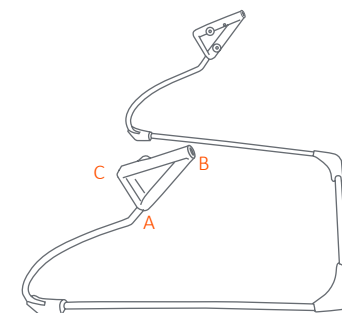
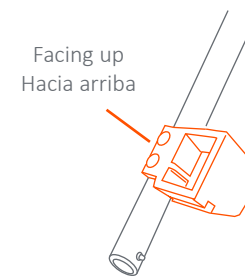
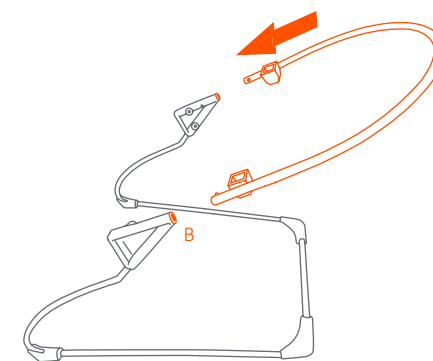

Fig. 2a
Fig. 2b
Fig. 2c
- The 3-Way Connectors will be preassembled at corner A (Fig 2a). Place the Base frame upright on a flat surface with corners B and C of the 3-Way Connectors pointing up (Fig. 2b). The Backrest Bar has 2 square brackets with an opening for the Toy Bar. Be sure that the openings are facing up (Fig 2b). Align the Backrest bar to corner B. Insert both ends into the 3-Way connector until they click into place (Fig 2c).
- Los conectores de 3 vías estarán ensamblados previamente en la esquina A (Fig 2a). Coloque la estructura de la base en posición vertical sobre una superficie plana con las esquinas B y C de los conectores de 3 vías apuntando hacia arriba (Fig 2b). La barra del respaldo tiene 2 abrazaderas cuadradas con una abertura para la Barra de Juguetes. Asegúrese de que las aberturas apunten hacia arriba (Fig 2b). Se debe alinear la barra del respaldo con la esquina B. Inserte ambos extremos en el conector de 3 vías hasta que hagan clic al llegar a su lugar (Fig 2c).